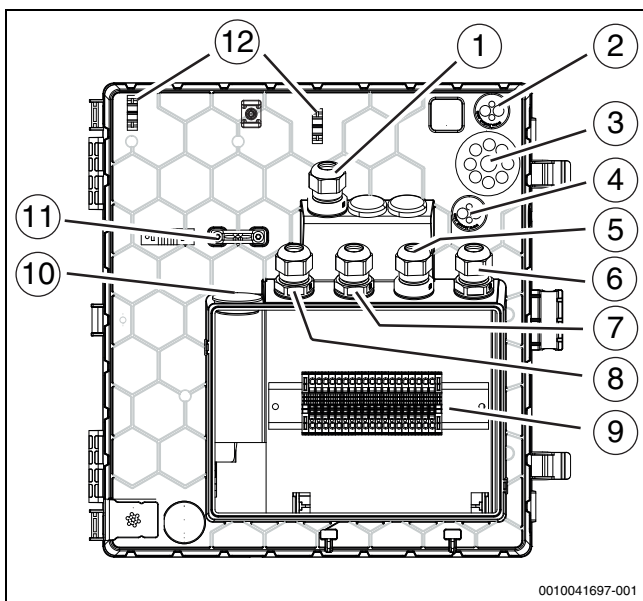

Bild 26 Kabeldurchführungen zum Klemmenkasten
3. Kabel in den Klemmenkasten führen (→Abbildung 26).
Bei Kabeldurchführungen (→Abbildung 26 [2], [3], [4], [10]) genügt ein kleiner Einstich in die Membran, dann können die Leitungen durchgeschoben werden.
- Nach dem Einführen der Kabel die Kabelverschraubungen festziehen (→Abbildung 26 [1], [5], [6], [7], [8]).
- Die festgelegten Befestigungspunkte [12] für die Befestigung der durch die Einführungen geführten Kabel verwenden (→Abbildung 26 [2], [3], [4]).